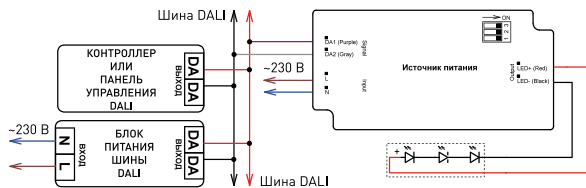

Рис. 2. Пример схемы подключения источника питания с управлением DALI
- Подключите источник питания согласно схеме на рис. 2 или 3.
- 3.4. На коннекторе питания открутите винт и снимите крышку. Подсоедините провода, подводящие питание, к винтовым клеммам согласно рис. 2. Используйте 5-жильный кабель. Обязательно подключите защитное заземление к клемме GND.